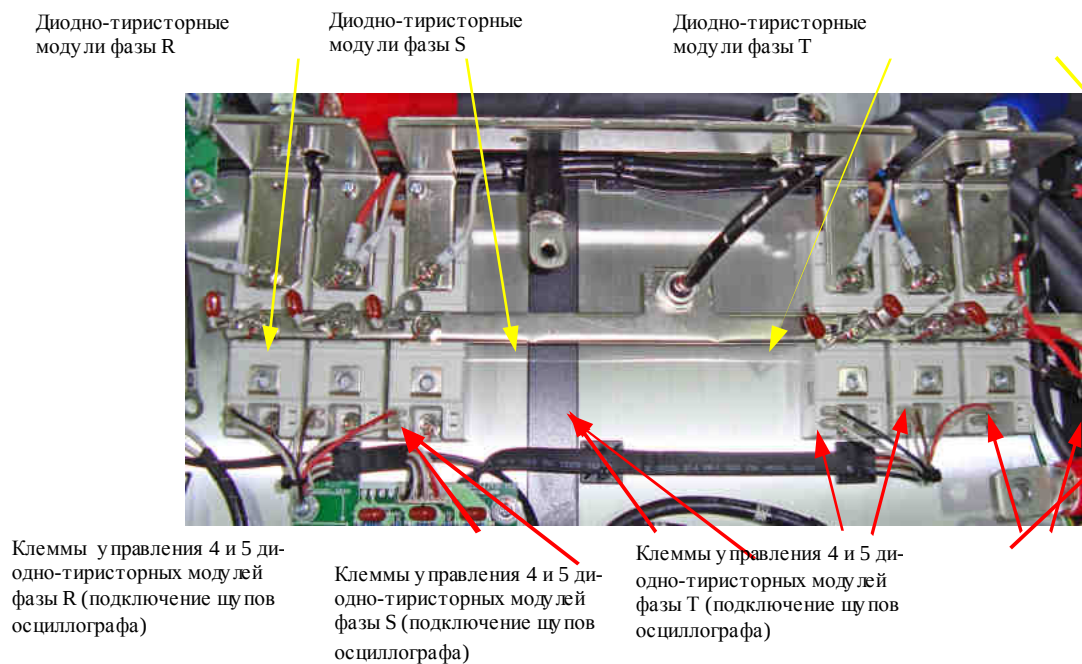

Рис. 4.10.
4.9.3. Нажать кнопку «Пуск» на пульте управления. Подключить щупы осциллографа поочередно к управляющим контактам 4 и 5 каждого диодно – тиристорного модуля фазы R (см. рис. 4.10). Наблюдать импульсы управления.